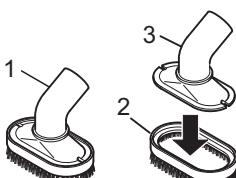

Abb. 6
Möbelbürste (Abb. 6/1)
- **Polsterdüse (Abb. 6/3)**
Durch einfaches Abnehmen des Bürstenaufsatzes (Abb. 6/2) können Sie aus der 2 in 1 Kombidüse eine Polsterdüse (Abb. 6/3) machen. Verwenden Sie diese zum Reinigen von weichen, kratzfesten Oberflächen (z.B. Polstermöbel).